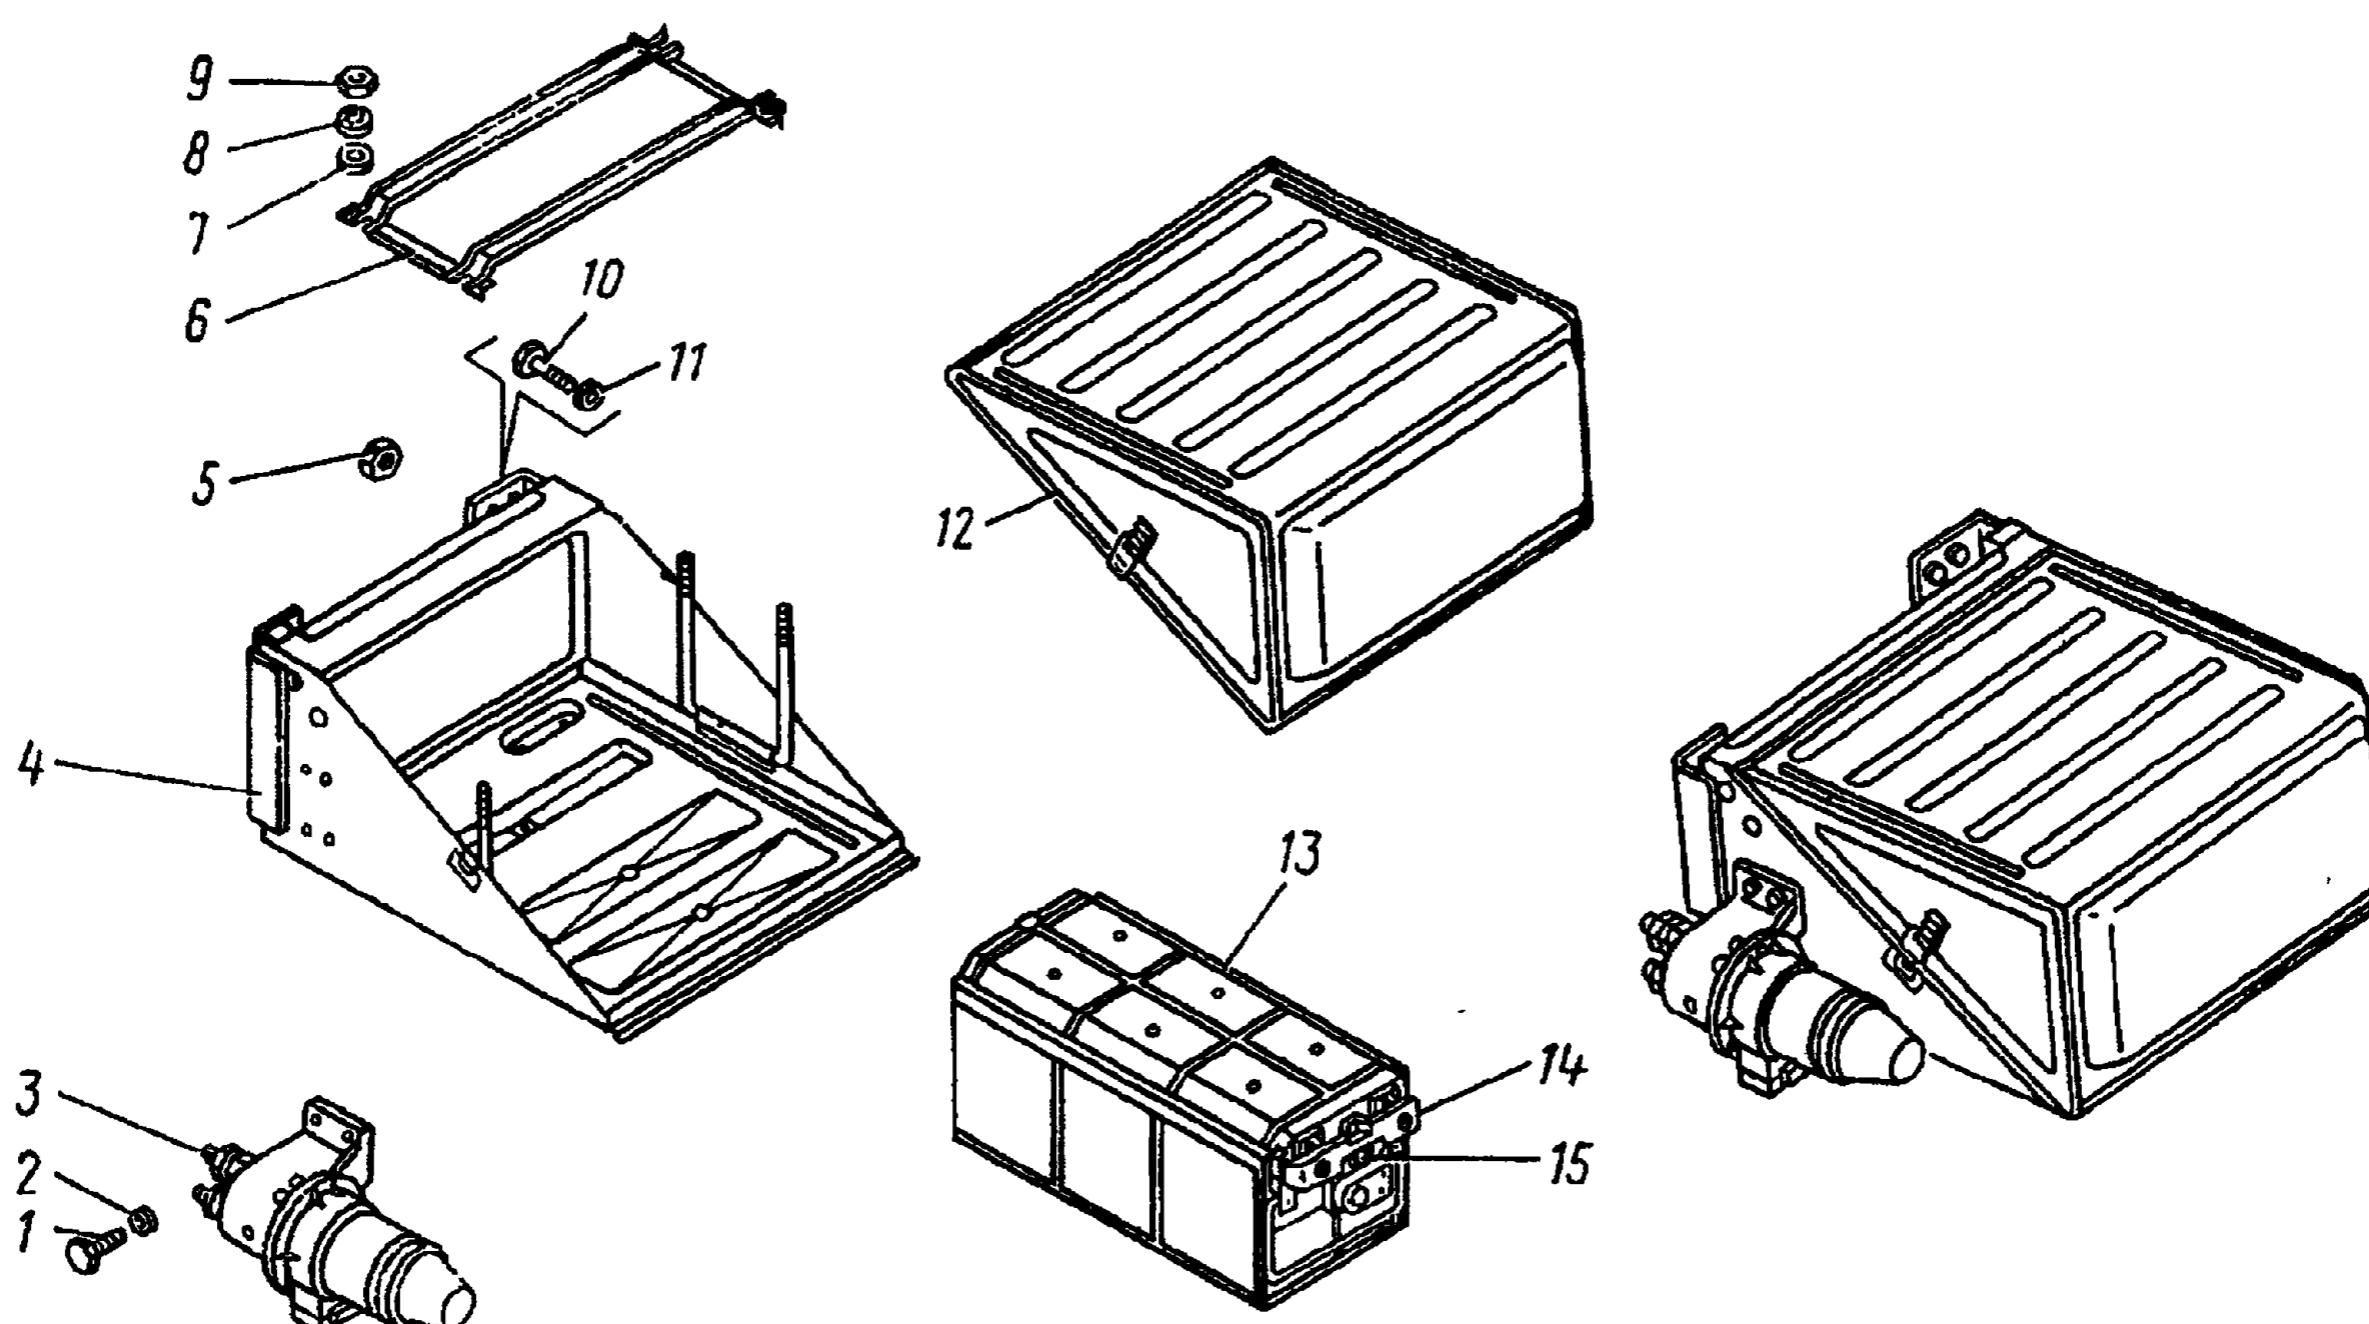

Рис. 72. Батареи аккумуляторные:
2. Откройте защелки крепления крышки 12 (рис. 72) ящика аккумуляторных батарей и снимите крышку	—